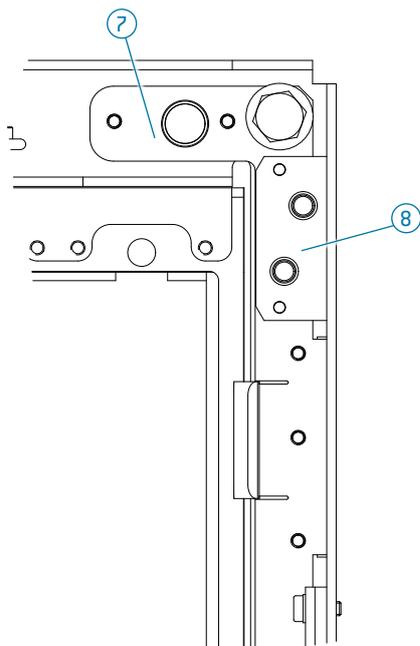

Abb. 143
- ▶ Achten Sie bitte darauf, dass die Widerstandskodierung ⑧ flach aufliegt und wie nach Abb. 143 montiert wird.
- ▶ Ziehen Sie die Schrauben ⑨ fest.